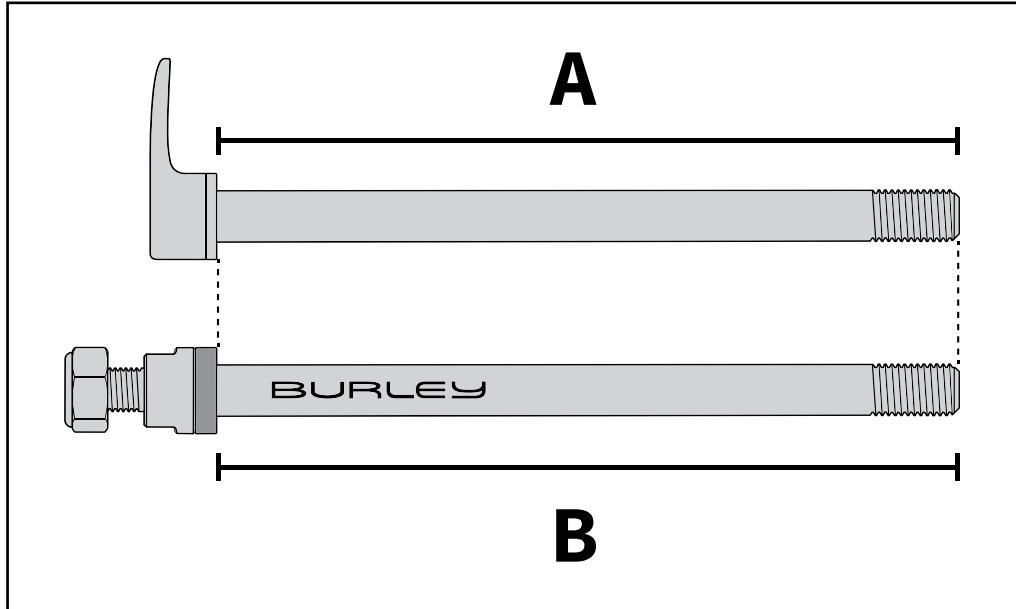
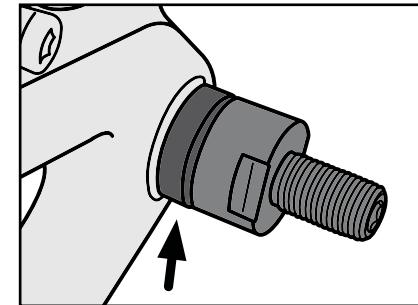
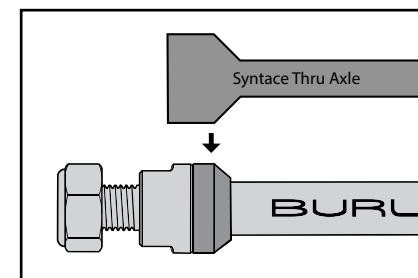

Fig 2
Fig 3
Fig 4
3. Compare axle shaft lengths (Fig 2). Ensure that the axle shaft length of your old thru axle (A) matches the axle shaft length of your Burley Axle (B). If they are not the same length, add the appropriate spacer to the Burley Thru Axle so that A=B. (Fig 3)
If you have an angled (Syntace) dropout and thru axle as pictured in (Fig 4) use the angled spacer (only included with M12 142-148 x 1.0 model).
6. Ensure that the axle is flush with the frame of your bike when fully threaded. If the threads are sticking out the opposite side of your dropout more than 2mm, or the axle is not flush, re-install the axle with the appropriate spacer (Fig 3).
3. Vergleichen Sie die Längen der Achswellen (Abb. 2). Stellen Sie sicher, dass die Achswellenlänge Ihrer alten Steckachse (A) der Achswellenlänge Ihrer Steckachse von Burley entspricht (B). Sollten sie nicht dieselbe Länge haben, verlängern Sie die Steckachse von Burley mit einem entsprechend langen Zwischenstück, damit A=B. (Abb. 3) Wenn Ihr Ausfallende und Ihre Steckachse abgewinkelt sind (Syntace), wie in Abbildung 4 dargestellt, dann muss das abgewinkelte Zwischenstück verwendet werden (nur im Lieferumfang des M12 142-148 x 1,0 Modells beinhaltet).
6. Vergewissern Sie sich, dass die Achse, sobald sie vollständig eingeschraubt ist, bündig mit dem Rahmen Ihres Fahrrads abschließt. Sollten die Gewinde auf der dem Ausfallende gegenüberliegenden Seite mehr als 2 mm überstehen oder wenn die Achse nicht bündig sitzt, dann installieren Sie die Achse bitte erneut unter Verwendung eines entsprechenden Zwischenstücks (Abb. 3).
3. Comparez la longueur des arbres (Fig. 2). Vérifiez que la longueur de l'arbre de votre ancien axe traversant (A) correspond à la longueur de l'axe Burley (B). Si la longueur est différente, ajoutez l'entretoise appropriée à l'axe Burley de sorte que A=B. (Fig. 3)
Si vous disposez d'une patte angulaire (Syntace) et d'un axe traversant comme sur la (Fig. 4), utilisez l'entretoise angulaire (uniquement incluse avec le modèle M12 142-148 x 1.0).
6. Vérifiez que l'axe affleure le cadre du vélo lorsqu'il est totalement fileté. Si les filetages ressortent de l'autre côté de la patte arrière de plus de 2 mm, ou encore si l'axe n'affleure pas, réinstallez l'axe avec une entretoise appropriée (Fig. 3).